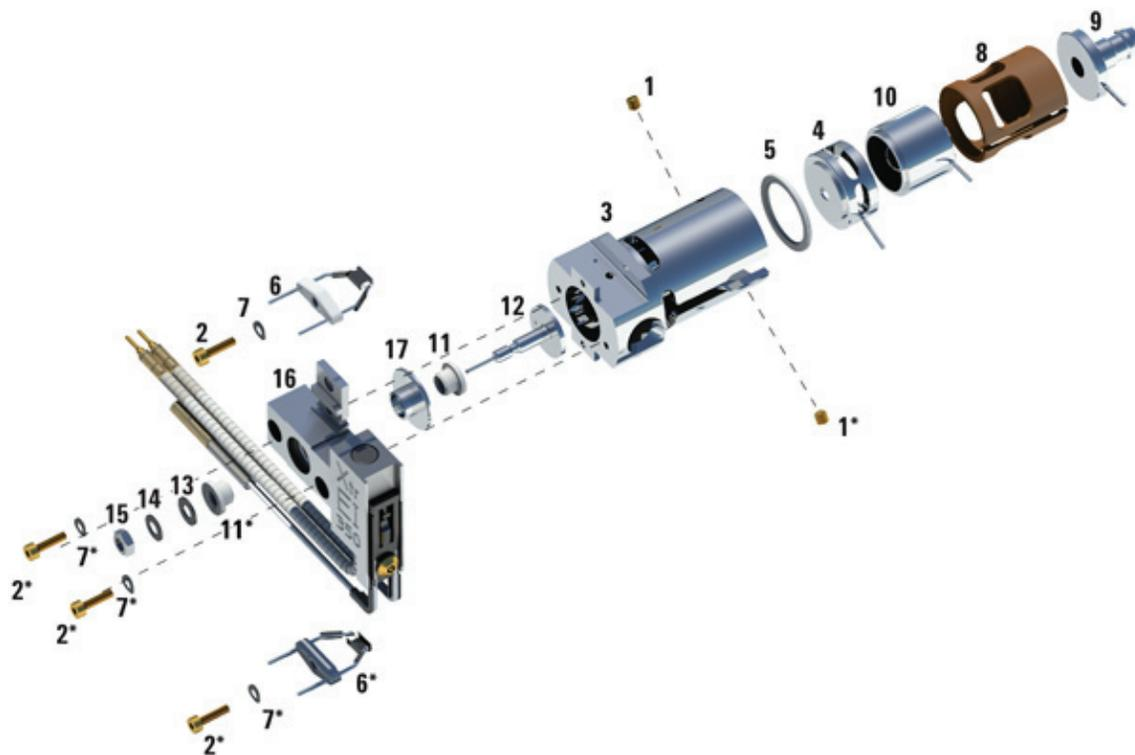

Figura 65. Montaje de la fuente EI XTR
Consulte el plano de despiece y la lista de piezas de la fuente EI XTR a la hora de llevar a cabo este procedimiento. (Consulte la **Figura 65** y la **Tabla 22** en la página 220).
- 1 Monte la lente de enfoque iónico, la lente de entrada alargada y el aislante de las lentes. (Consulte la **Figura 65** y la **Tabla 22** en la página 220).
- 2 Sujete el aislante de la lente extractora a dicha lente e inserte el conjunto en el cuerpo de la fuente. (Consulte la **Figura 65** en la página 220).
Tabla 22 Lista de piezas de la fuente EI XTR (Figura 65)
Tabla 22 Lista de piezas de la fuente EI XTR (Figura 65) (continuación)